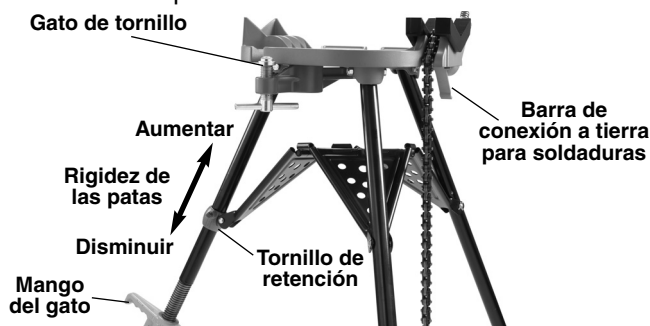

Figura 2 – Ajuste de la tensión de las patas del trípode (460-12)
8. Conexión para soldaduras – las presas de tornillo TRISTAND 460-6 y 460-12 disponen de una barra de conexión a tierra para aparatos de soldar, ubicada debajo de la prensa (Figura 2).